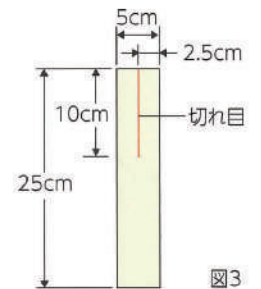

図3
- A. サンプルング** 幅5cm、長さ25cmの試験片をたて方向及びよこ方向各3枚採取し、短辺の中央に辺と直角に10cmの切れ目を入れる。(図3)